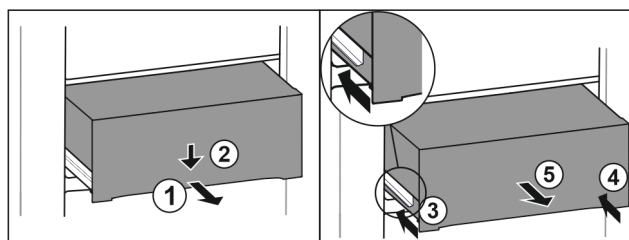

Fig. 82
- Tirer le tiroir jusqu'à mi-chemin. Fig. 82 (1)
- Appuyer sur l'avant du tiroir vers le bas. Fig. 82 (2)
- Insérer le rail gauche d'env. 2 cm. Fig. 82 (3)
- Insérer le rail droit d'env. 2 cm. Fig. 82 (4)
- Retirer le tiroir par l'avant. Fig. 82 (5)